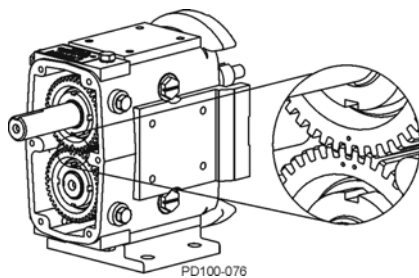

Abbildung 90 - Markierungen der Synchronisierungszahnräder
3. Schieben Sie das Zahnrad der kurzen Welle auf die kurze Welle. Auf dem Zahnrad der kurzen Welle befinden sich zwei Körnungen. Bringen Sie die einzelne Körnung des Stirntriebszahnrades zwischen die beiden Körnungen auf dem Zahnrad der kurzen Welle (Abbildung 90).